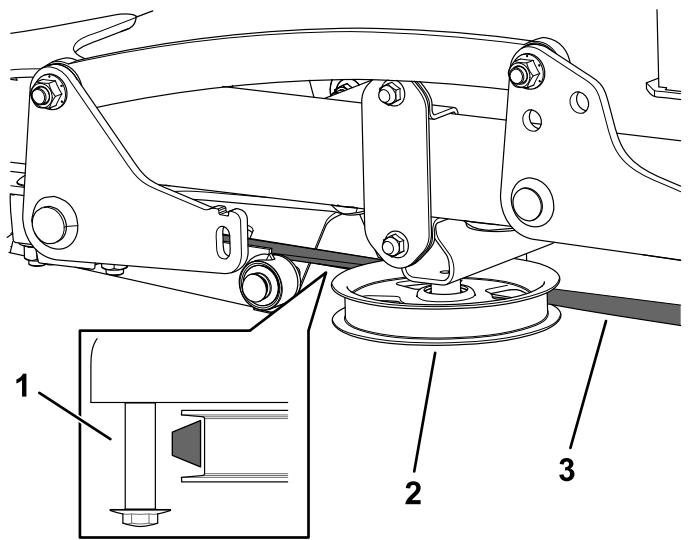

Figure 7
- Acheminez la courroie vers la poulie de tension (Figure 7).
Important: Vérifiez que le côté large de la courroie touche la poulie comme montré à la Figure 7. Servez-vous du boulon à épaulement comme guide pour la courroie.